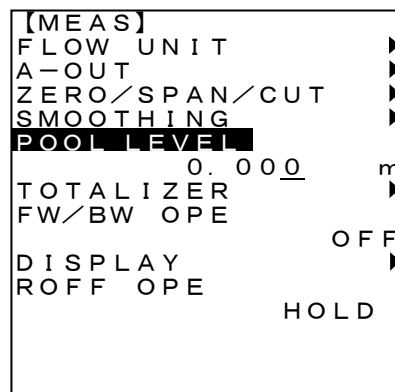

図4-7-4
2. <ENT>キーを押し設定値を変更できる状態にします。(図4-7-4)